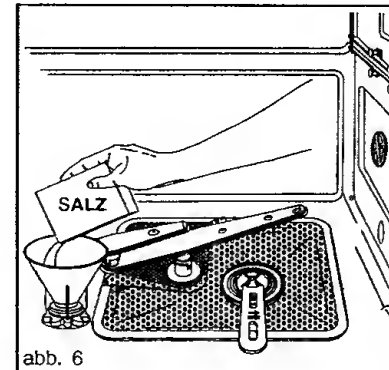

abb. 6
- Den Trichter, der zur Maschinenausstattung gehört, auf die Öffnung des Salzbehälters setzen (Abb. 6).